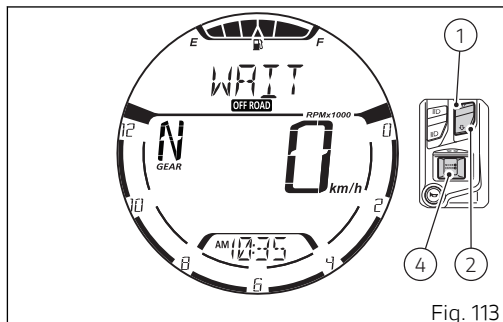

Fig. 113
Al presionar el pulsador (4), en el display aparece durante 2 segundos la inscripción "WAIT" en lugar de "ABS: ON" (Fig. 113).